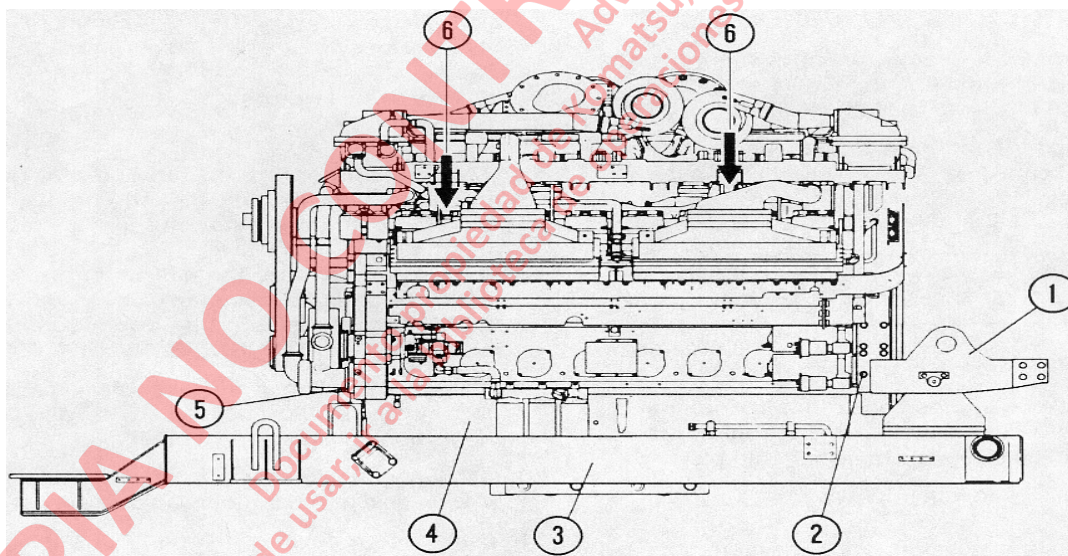

FIGURA 4-7. MONTAJE DEL MOTOR
2. Saque los pernos y golillas de seguridad (5, Figura 4-7) que aseguran el montaje delantero del motor al sub-bastidor.
3. Adhiera la barra separadora a las huinchas de elevación en los enganches de elevación delanteros y traseros (6) del motor. Saque los pernos y golillas de seguridad (2) de la parte posterior del motor que aseguran el motor a la estructura de la base de montaje (1).
1. Alinee el motor al sub-bastidor y coloque los pernos de montaje delanteros y las golillas de seguridad (5, Figura 4-7). Alinee e instale los pernos de montaje traseros del motor y las golillas de seguridad (2) a través de la estructura de la base de montaje, pero no los apriete esta vez. Apriete los pernos de montaje delantero a un torque de **345 ft. lbs. (465 N.m)**.
3. Apriete los pernos de montaje traseros del motor (2) a un torque de **345 ft. lbs. (465N.m)**, después de haber instalado el alternador.